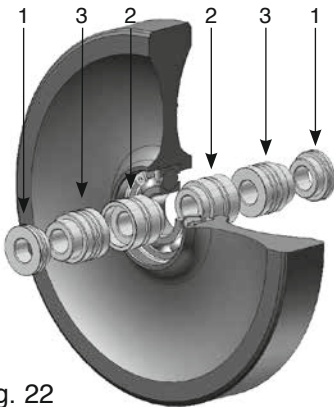

Fig. 22
- Montage version A : roue largeur 29mm en simple ligne (fig. 22).
- Version A assembly : 29mm wide wheel in single line (fig. 22)
- Montage versie A: wiel breedte 29 mm in enkele lijn (fig. 22).
- Сборка версии А: 29 мм ширина колеса в одну строчку (рис.22)